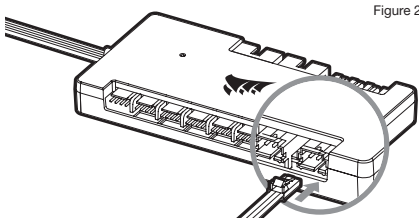

Figure 2
2. Insert the RGB connector in a CORSAIR iCUE Commander PRO port or Lighting Node PRO port (Figure 2).
2. Insérez la connexion RGB dans le port d'un CORSAIR iCUE Commander PRO ou d'un Lighting Node PRO. (Figure 2).